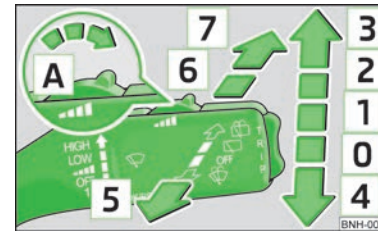

Abb. 28
- Möchte man die Frontscheibe nur kurz wischen, den Hebel in die gefederte Stellung 4 » Abb. 28 drücken.
- Den Hebel nach oben in Stellung 1 » Abb. 28 stellen.
- Den Hebel nach oben in Stellung 2 » Abb. 28 stellen.
➤ Den Hebel nach oben in Stellung **3** » Abb. 28 stellen.
- Den Hebel zum Lenkrad in die gefederte Stellung **5** » Abb. 28 ziehen, die Waschanlage und die Scheibenwischer arbeiten.
➤ Den Hebel vom Lenkrad weg in Stellung **6** » Abb. 28 drücken, der Scheibenwischer wischt regelmäßig nach einigen Sekunden.
- Den Hebel vom Lenkrad weg in die gefederte Stellung **7** » Abb. 28 drücken, der Scheibenwischer und die Waschanlage arbeiten.
➤ Den Hebel in die Grundstellung **0** » Abb. 28 zurückstellen.
Wenn das Abblend- oder Fernlicht eingeschaltet ist und der Scheibenwischerhebel in die Position **5** » Abb. 28 auf Seite 40 gezogen wird, werden die Scheinwerfer kurz bespritzt. Zum Reinigen der Scheinwerfer kommt es auch nach jedem zehnten Besprühen der Frontscheibe.
- Den Scheibenwischerhebel in Stellung **4** » Abb. 28 auf Seite 40 drücken, die Scheibenwischerarme fahren in die Servicestellung.
- Die Zündung einschalten und den Scheibenwischerhebel in Stellung **4** » Abb. 28 auf Seite 40 drücken, die Scheibenwischerarme fahren in die Grundstellung.